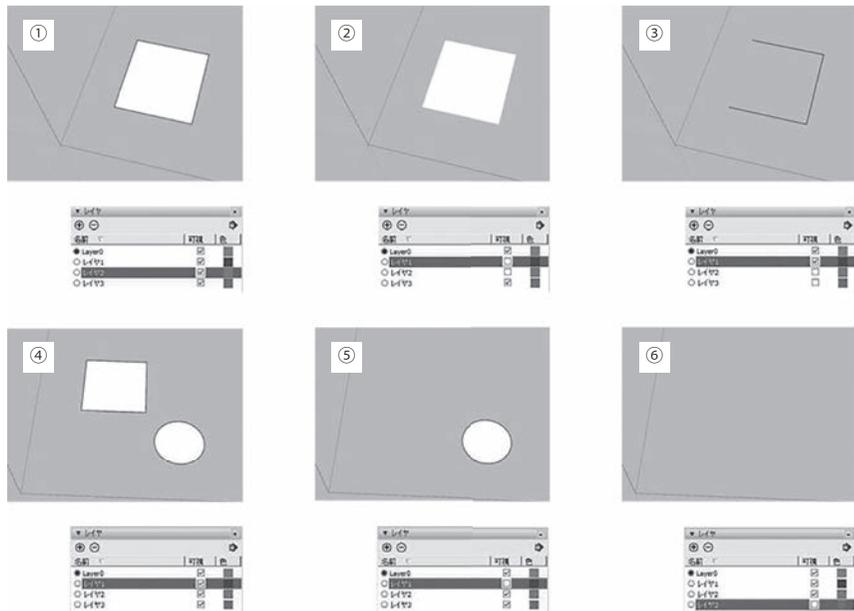

図8 SketchUpのレイヤの特徴
Illustrator では、レイヤに図形を作成した場合、その図形の辺や面のみを他のレイヤに移動することはできない。一方、SketchUp では、辺のみ、あるいは面のみを他のレイヤに移動することができる。例えば、図8-①のようにレイヤ1に描いた長方形について、1辺をレイヤ2に、面 (辺を含まない) をレイヤ3に移動した後、レイヤ2とレイヤ3を非表示にすると図8-②のように画面には3本の辺のみが表示される。レイヤ3のみを表示 (レイヤ1とレイヤ2を非表示) した状態では、図8-③のように辺がない面が表示される。
に長方形+円のグループが作成される。図8-④はすべてのレイヤが表示であり、長方形と円が表示される。図8-⑤はレイヤ1が非表示、レイヤ2とレイヤ3が表示であり、円のみが表示される。それに対し、図8-⑥はレイヤ1とレイヤ2が表示、レイヤ3が非表示であり、長方形、円ともに表示されない。すなわちグループを非表示にすると、そのグループに含まれる図形すべてが非表示となる。